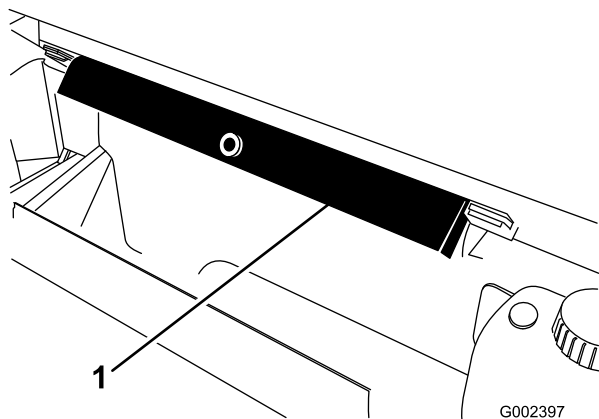

Bild 37
2. Nehmen Sie die Pritschenstütze aus den Parkhalterungen hinten am Überrollschutz (Bild 37).